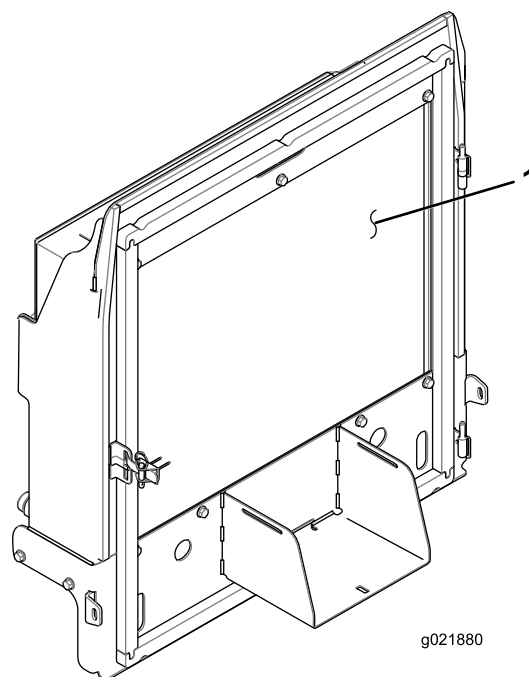

Figura 95
4. Pulite accuratamente entrambi i lati del radiatore/refrigeratore dell'olio con aria compressa (Figura 95).